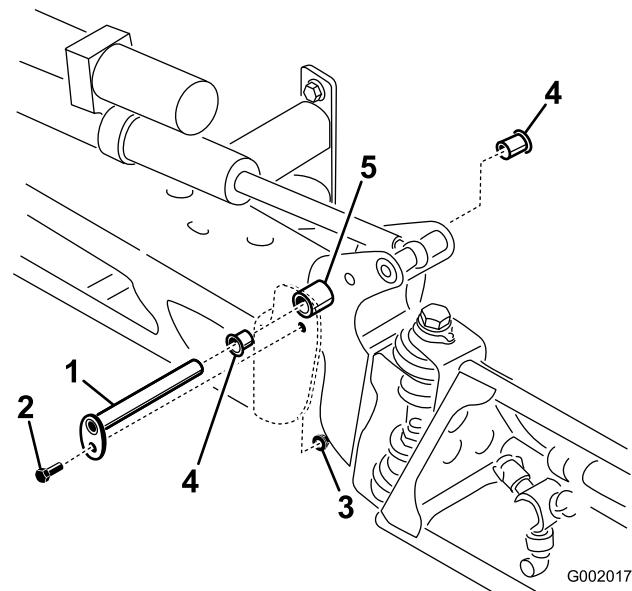

Bild 21
3. Wenn das Gewicht des Auslegers abgestützt ist, nehmen Sie die Schraube und die Mutter ab, mit denen der Lagerbolzen am Ausleger befestigt ist (Bild 21).
6. Nehmen Sie die Nylonbüchsen vorne und hinten an der Schwenkhalterung ab und prüfen Sie sie (Bild 21).
8. Montieren Sie den Ausleger und die Schwenkhalterung im mittleren Rahmen und richten Sie die Öffnungen aus (Bild 21).